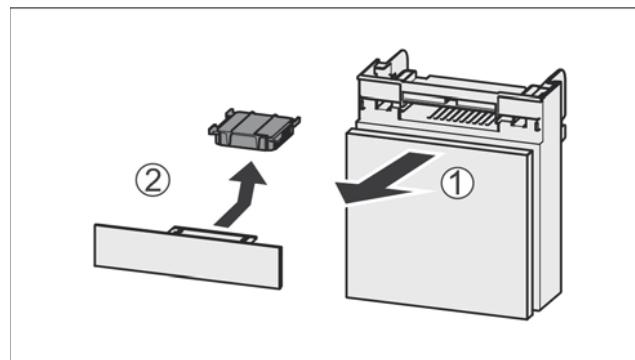

Fig. 61
- ▶ Вытянуть Fig. 61 (1) отделение движением вперед.
- ▶ Извлечение Fig. 61 (2) фильтра с активированным углем.